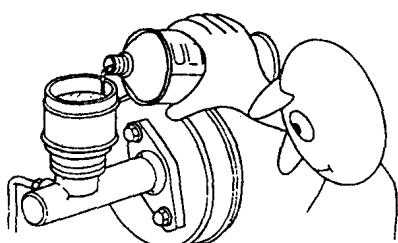

图 1-19 向系统中补充液体
① 如图 1-19 所示，在向系统中补充液体时，需要特别小心，以防灰尘、污物进入系统。